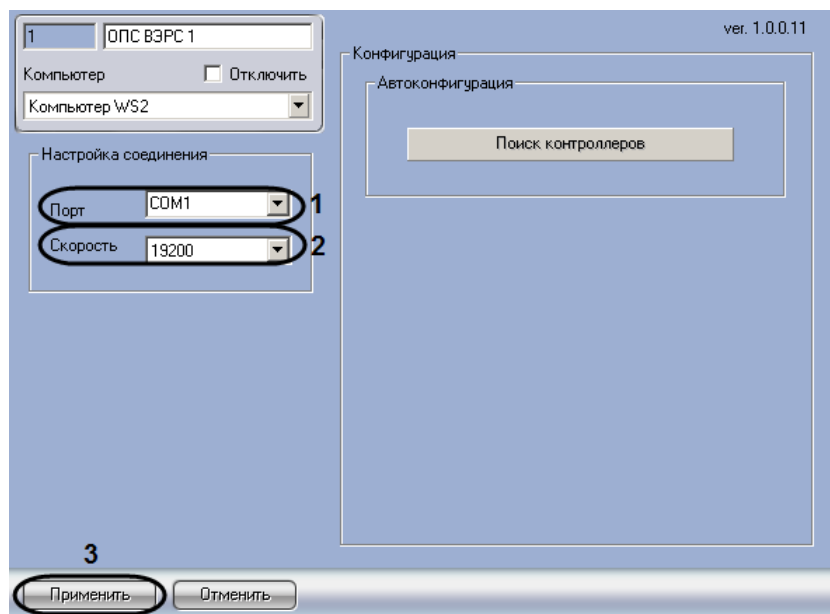

Рис. 3.2—2. Настройка подключения ОПС ВЭРС-ПК24мм
2. Из раскрывающегося списка **Порт** выбрать COM-порт подключения *ОПС ВЭРС-ПКМ24мм* (см. Рис. 3.2—2, **1**).
3. Из раскрывающегося списка **Скорость** выбрать значение скорости передачи данных по COM-порту в Бит/с (см. Рис. 3.2—2, **2**).